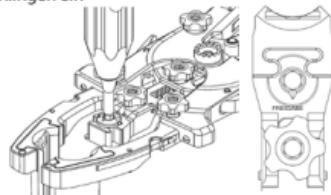
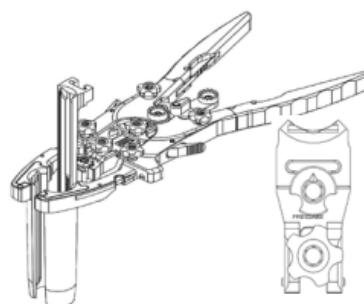

Abbildung 5
Abbildung 6
- Die hintere Klinge wird ebenfalls von oben eingesetzt (Abbildung 6). Verwenden Sie den **Sechskantschlüssel** (ML-0505), um das Schloss zu drehen, bis es sich in der offenen Position befindet, wobei der Pfeil auf den Text „Release“ (Freigabe) zeigt (Abbildung 5). Schieben Sie die Retraktorklinge in ihren Schlitz und verriegeln Sie die Klinge dann, indem Sie den Verriegelungspfeil in Richtung der Inzision (oder von „Release“ weg) drehen. Verwenden Sie dazu den **Sechskantschlüssel** (Abbildung 6).